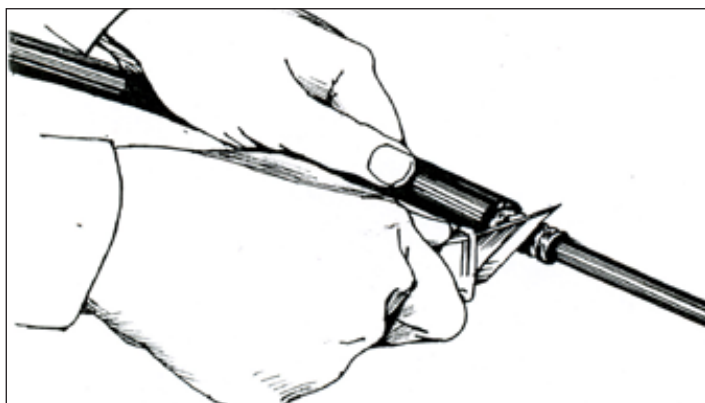

Рисунок 4.27 – Зачистка ленты от полимерного покрытия
4.4.1.5 Зачистить монтерским ножом поверхность ленты от полимерного покрытия по всей окружности (рисунок 4.27). Протереть внутреннюю оболочку ОК ветошью, смоченной изопропиловым спиртом.